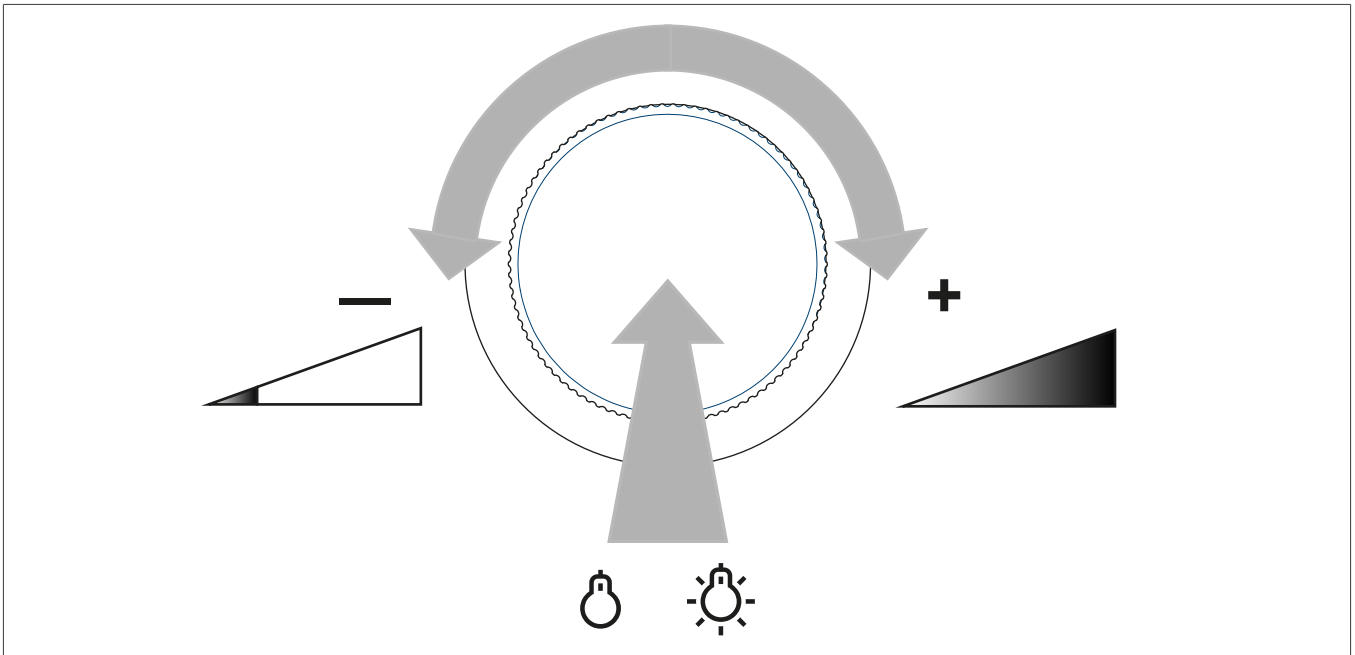

Figura 1: Encendido de la luz o ajuste de la luminosidad
- Al pulsar brevemente el botón de ajuste, la luz se enciende o se apaga (figura 1).
- Al girar rápidamente el botón de ajuste, la luminosidad cambia rápidamente (figura 1).
- Al girar lentamente el botón de ajuste, la luminosidad cambia lentamente (figura 1).